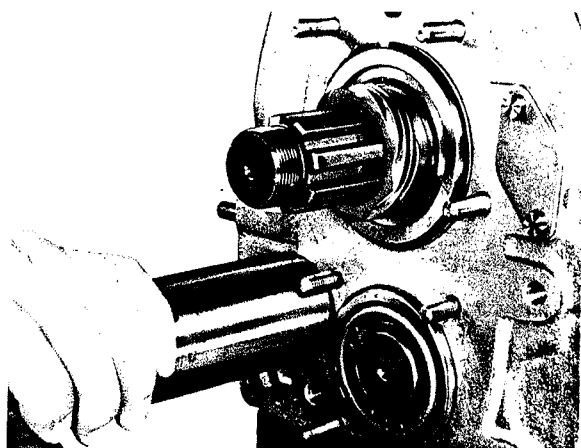

Fig. 6
5.1 Desserrer les écrous (102) du couvercle (127) et enlever ensuite ce couvercle. A l'aide de l'extracteur „3" (fig. 6), retirer l'axe de marche arrière (502).